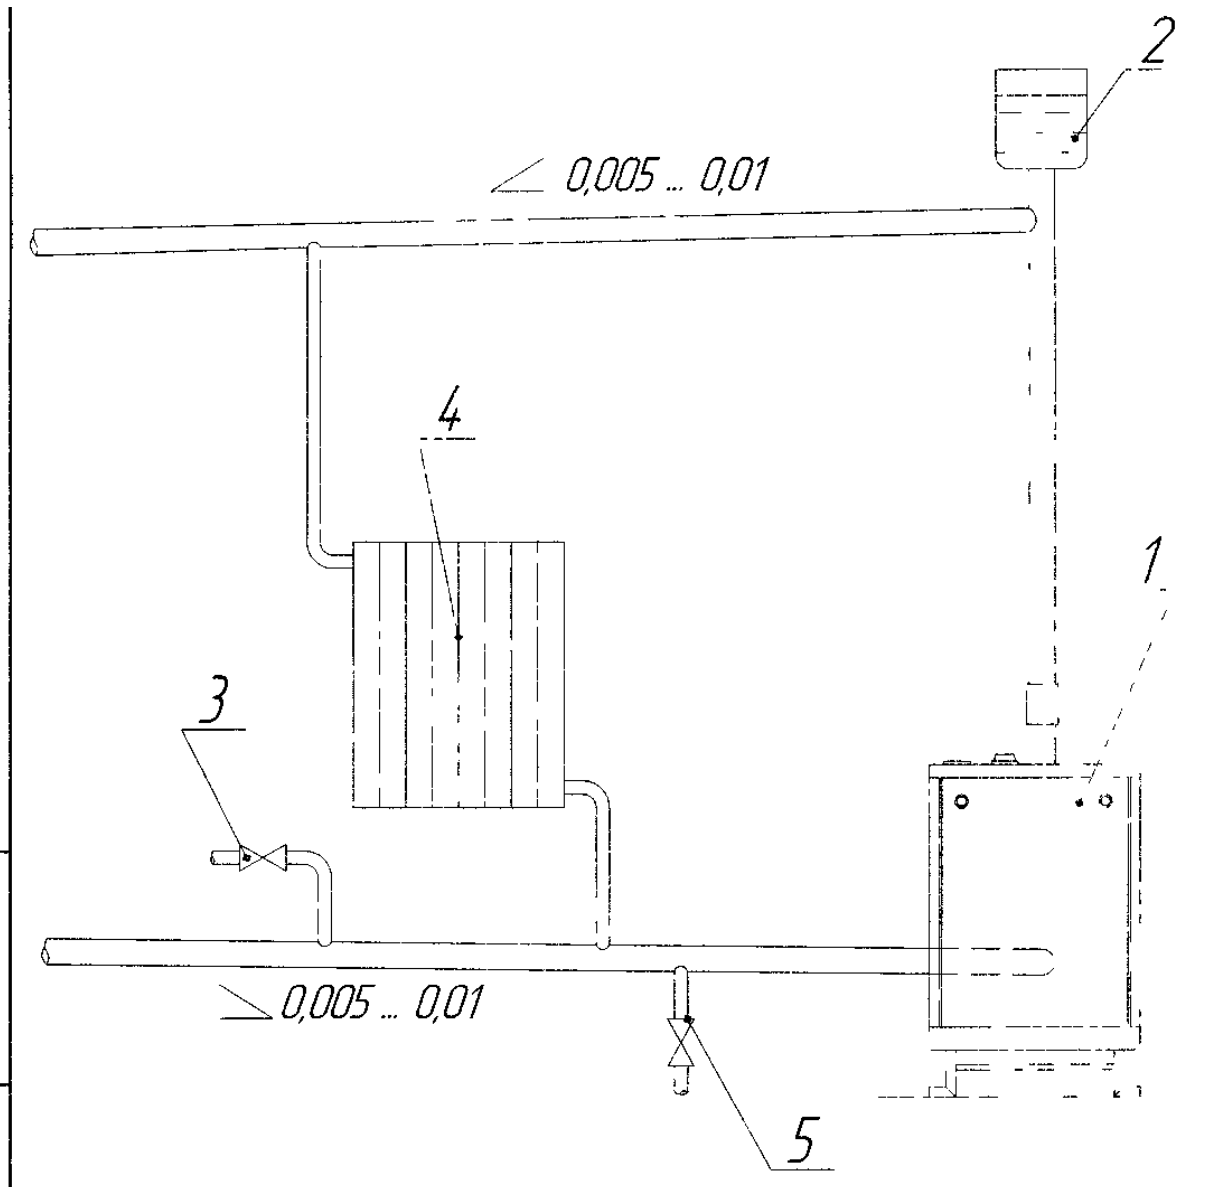

Рис. 6 . Рекомендуемая схема разводки отопительной системы с гравитационной циркуляцией воды.
5.3. Рекомендуемые схемы системы отопления приведены на рис.6,7.